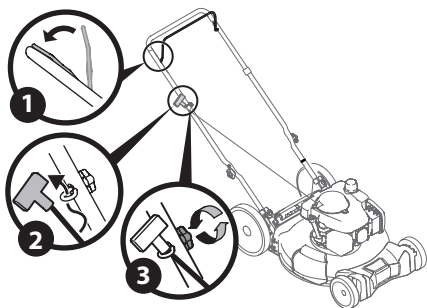

Figure 10
**NOTE :** Le guide-câble est fixé sur le côté droit de la partie supérieure du guidon. Desserrez l'écrou papillon retenant le guide-câble. Voir Figure 10.